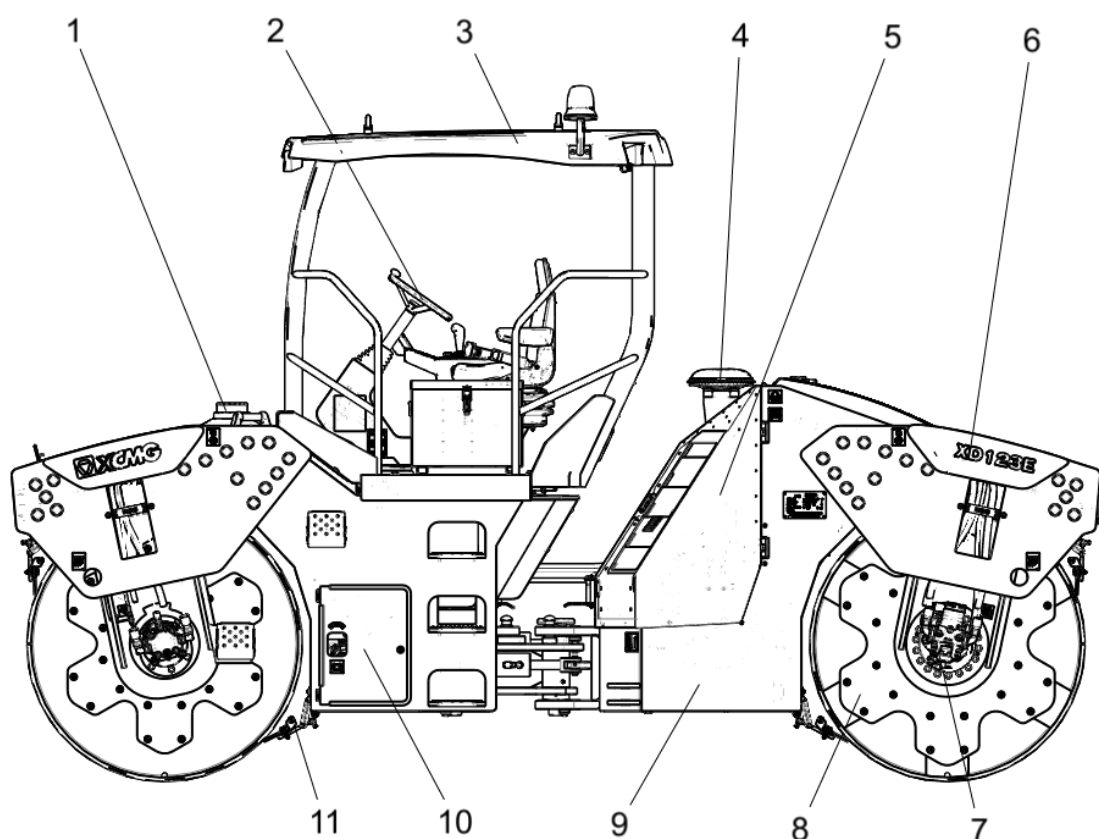

Рис. 2-1 Общая схема и наименование частей
2.2.1 Общий внешний вид и наименование частей (см. Рис. 2-1)